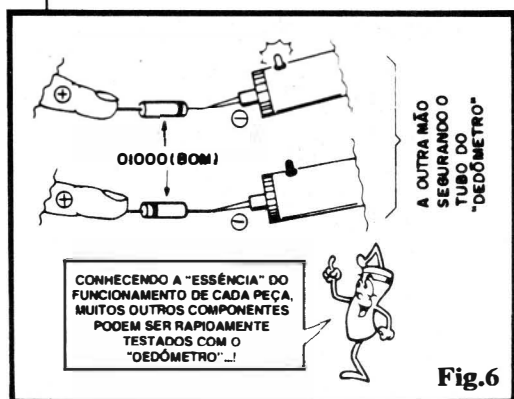

Fig.6
- **FIG. 6 - TESTANDO JUNÇÕES SEMICONDUTORAS** - Como sabe o Leitor/"Aluno" que acompanha o ABC desde as primeiras "Aulas", junções semicondutoras PN estabelecem (quando "boas") um caminho de "mão única" para a Corrente... A partir desse conhecimento, é simples e prática a